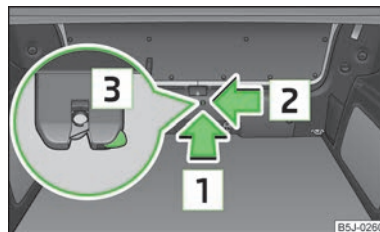

Fig. 18
- Introducir un destornillador o una herramienta similar hasta el tope en la abertura en el revestimiento en dirección de la flecha **1** » fig. 18.